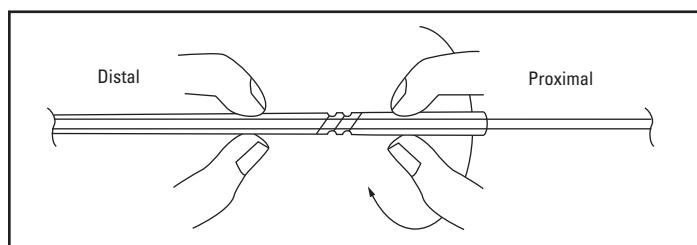

Figura 7. Bloqueo mediante giro en sentido horario
4. Una vez liberada la espiral IDC, avance cuidadosamente hasta una distancia de 2 mm de la punta de la vaina introductora, y luego reenganche el mecanismo Twist-Lock (figura 7).
- Bloquee la espiral IDC en posición pinzando suavemente la vaina introductora a ambos lados del mecanismo Twist-Lock y girando el lado proximal hacia la derecha (figura 7).